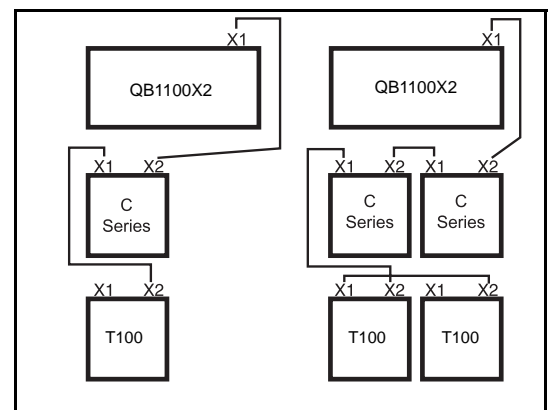

Fig. 24
- 3 Se in presenza di un guasto in una delle altre macchine, deve arrestarsi solo il servosistema nella Serie QB1100X2 (ad es. il rullo ballerino della serie C o TW475 si abbassa), impostare l'arresto automatico su ON, l'arresto automatico del servosistema su ON nella macchina Serie QB1100X2 e su ON in tutte le altre macchine. Vedere "Menu Impostazioni" a pagina 25. Per il collegamento vedere Fig. 24.